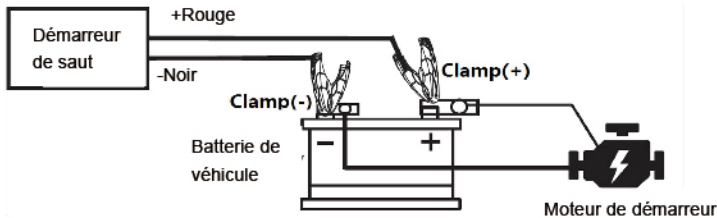

Figure 2: Restaurer la connexion
- E. Éteindre:** Après le démarrage de la voiture, conservez toutes les connexions (sinon elle peut endommager l'ECU), et restaurez d'abord la connexion du câble de démarrage et du pôle de la batterie (voir la figure 2), puis appuyez sur le bouton ON/OFF pour éteindre le démarreur, puis déconnectez les clamps de la batterie (Si le démarrage échoue, répéter l'opération des étapes B-D. Si vous répétez plus de trois fois, attendez 10 minutes avant de procéder. Ou vérifiez d'autres pannes).